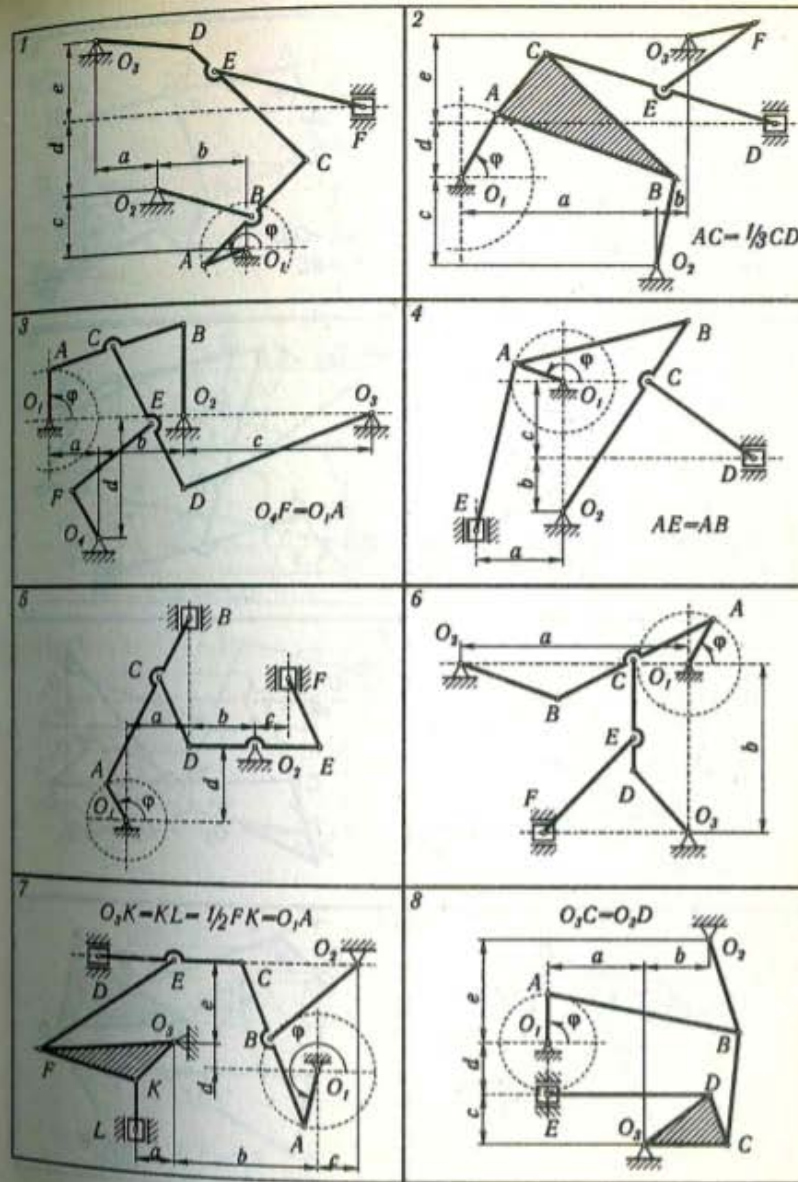

Рис. 80
- Схемы механизмов показаны на рис. 80—83, а необходимые для расчета данные приведены в табл. 27.